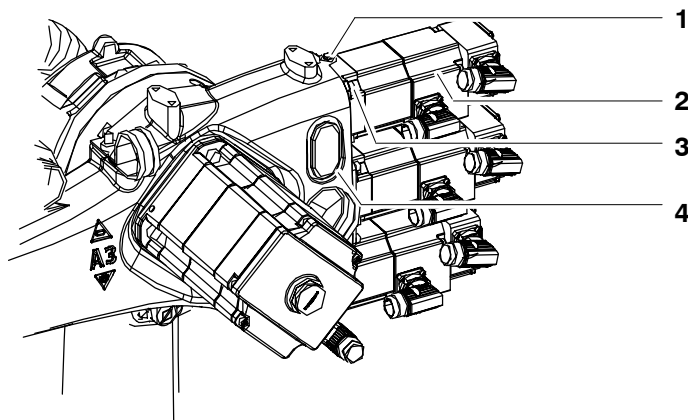

Fig. 108 Couvercle
- (1) Enlever le couvercle (Fig. 108/4).
- (5) Desserrer la vis de serrage (Fig. 108/1).
- (6) Dévisser quatre vis à six pans creux (3) jusqu'à ce que l'on puisse déplacer l'unité d'entraînement A4 (2) sans jeu.
- (7) Serrer précautionneusement la vis de serrage (1) et remesurer la fréquence de la courroie dentée.
- (8) Répéter cette opération jusqu'à ce que la fréquence prescrite soit atteinte.
- (9) Serrer en croix quatre vis à six pans creux (3) avec une clé dynamométrique jusqu'à l'obtention de la valeur prescrite ($M_A = 5,6 \text{ Nm}$) en procédant par étapes.
- (10) Remesurer la tension de la courroie dentée conformément aux opérations 2 à 4.
- (12) Monter le couvercle (Fig. 108/4).